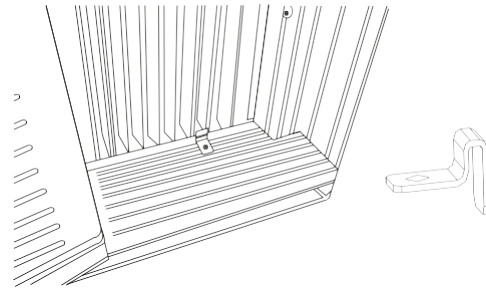

Figura 18C
3. Fije los seguros para el marco al alféizar de la ventana con dos tornillos 3/4" (19 mm) (Figura 18C) (en algunos modelos).